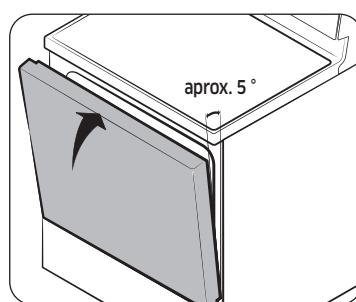

Fig. 1
- Cierre la puerta hasta la posición de remoción, que es aproximadamente a 5 grados de la posición vertical (Fig. 1).